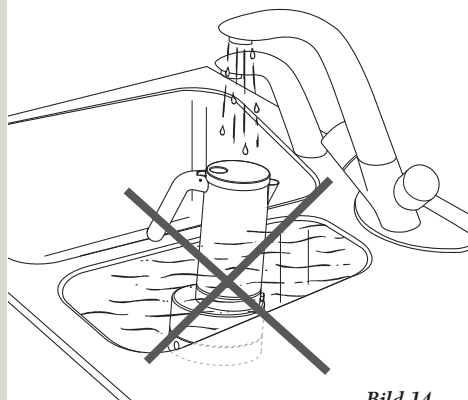

Bild 14
- Halten Sie den Espresso-Kocher nicht unter fließendes Leitungswasser und tauchen Sie ihn nicht in Wasser. (Bild 14)